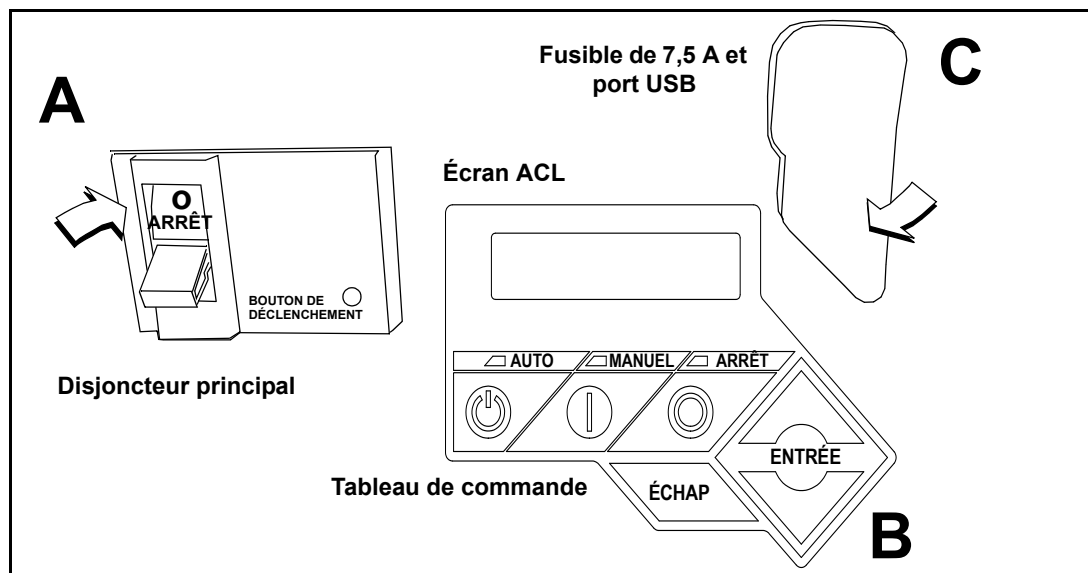

Figure 5-5. Panneau de commande du générateur
2. Déplacez le commutateur du disjoncteur principal vers le bas à la position OFF (ouvert). Voir la partie A de la Figure 5-5.
3. Appuyez sur la touche OFF (arrêt) du tableau de commande. Un voyant DEL rouge s'allume pour confirmer que le système est en mode ARRÊT. Voir la partie B de la Figure 5-5.
5. Soulevez la languette de caoutchouc qui recouvre le porte-fusible et retirez le fusible de 7,5 A. Voir la partie C de la Figure 5-5.